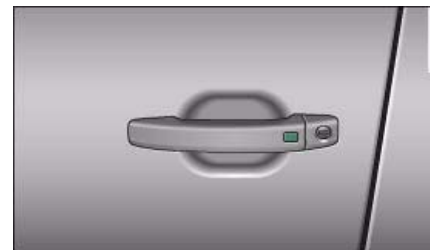

Fig. 24 Manilla de la puerta: Bloquear el vehículo
- Toque **una vez** el sensor que hay en la manilla de la puerta ⇒ *página 33*, fig. 24 para bloquear el vehículo ⇒ .